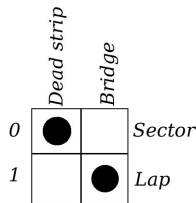

Figura 10: puente Ds sensor de sector, corte de pista sensor de final de vuelta
Para que el puente DS sea interpretado por la *Track Interface* como sensor de final de vuelta y el corte de pista como sensor de sector, es necesario ajustar el doble *swich* (5) como mostrado en la figura 10.